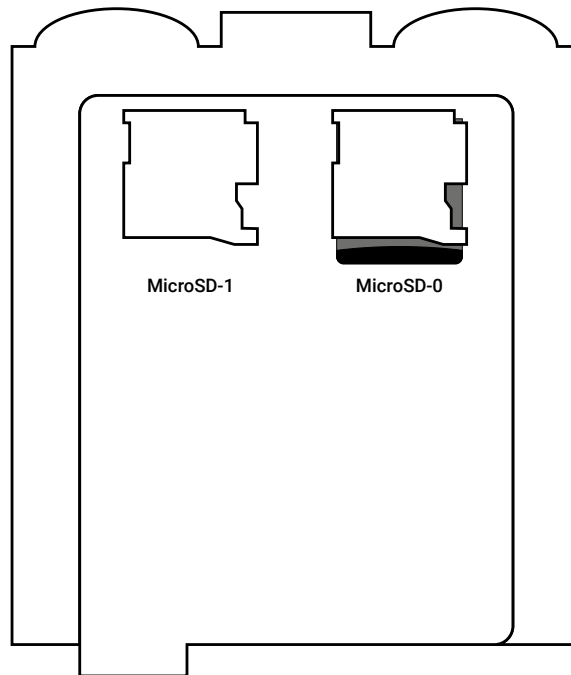

Рисунок 3. Плата прибора
3. Если предполагается работа в сети VPN или требуется изменение настройки работы COM-портов, установите карту памяти MicroSD в разъем MicroSD-1, расположенный на плате прибора (см. рисунок 3).
8. Для работы в VPN-сети поместите файл «vpn.json»⁴ с настройками подключения на внешний носитель, устанавливаемый в разъем MicroSD-1 (см. рисунок 3). Описание файла «vpn.json» приведено в руководстве по эксплуатации.⁵
Для ручной настройки сетевых параметров (IP-адрес, шлюз, маска, DNS) необходимо поместить файл «network.json»⁹ на внешний накопитель, устанавливаемый в разъем MicroSD-1 (см. рисунок 3). Перед этим откройте файл любым текстовым редактором (например, Notepad) и введите параметры в соответствии с конфигурацией вашей сети. При необходимости уточняйте параметры сети у вашего системного администратора.
Для изменения порта подключения, а также скорости COM-порта необходимо поместить файл «MOST_RS232.json»¹⁰ на внешний накопитель, устанавливаемый в разъем MicroSD-1 (см. рисунок 3). Перед этим откройте файл любым текстовым редактором (например, Notepad) и измените для необходимого порта номер (параметр «tcp_port»), а также скорость (параметр «modem_speed»).